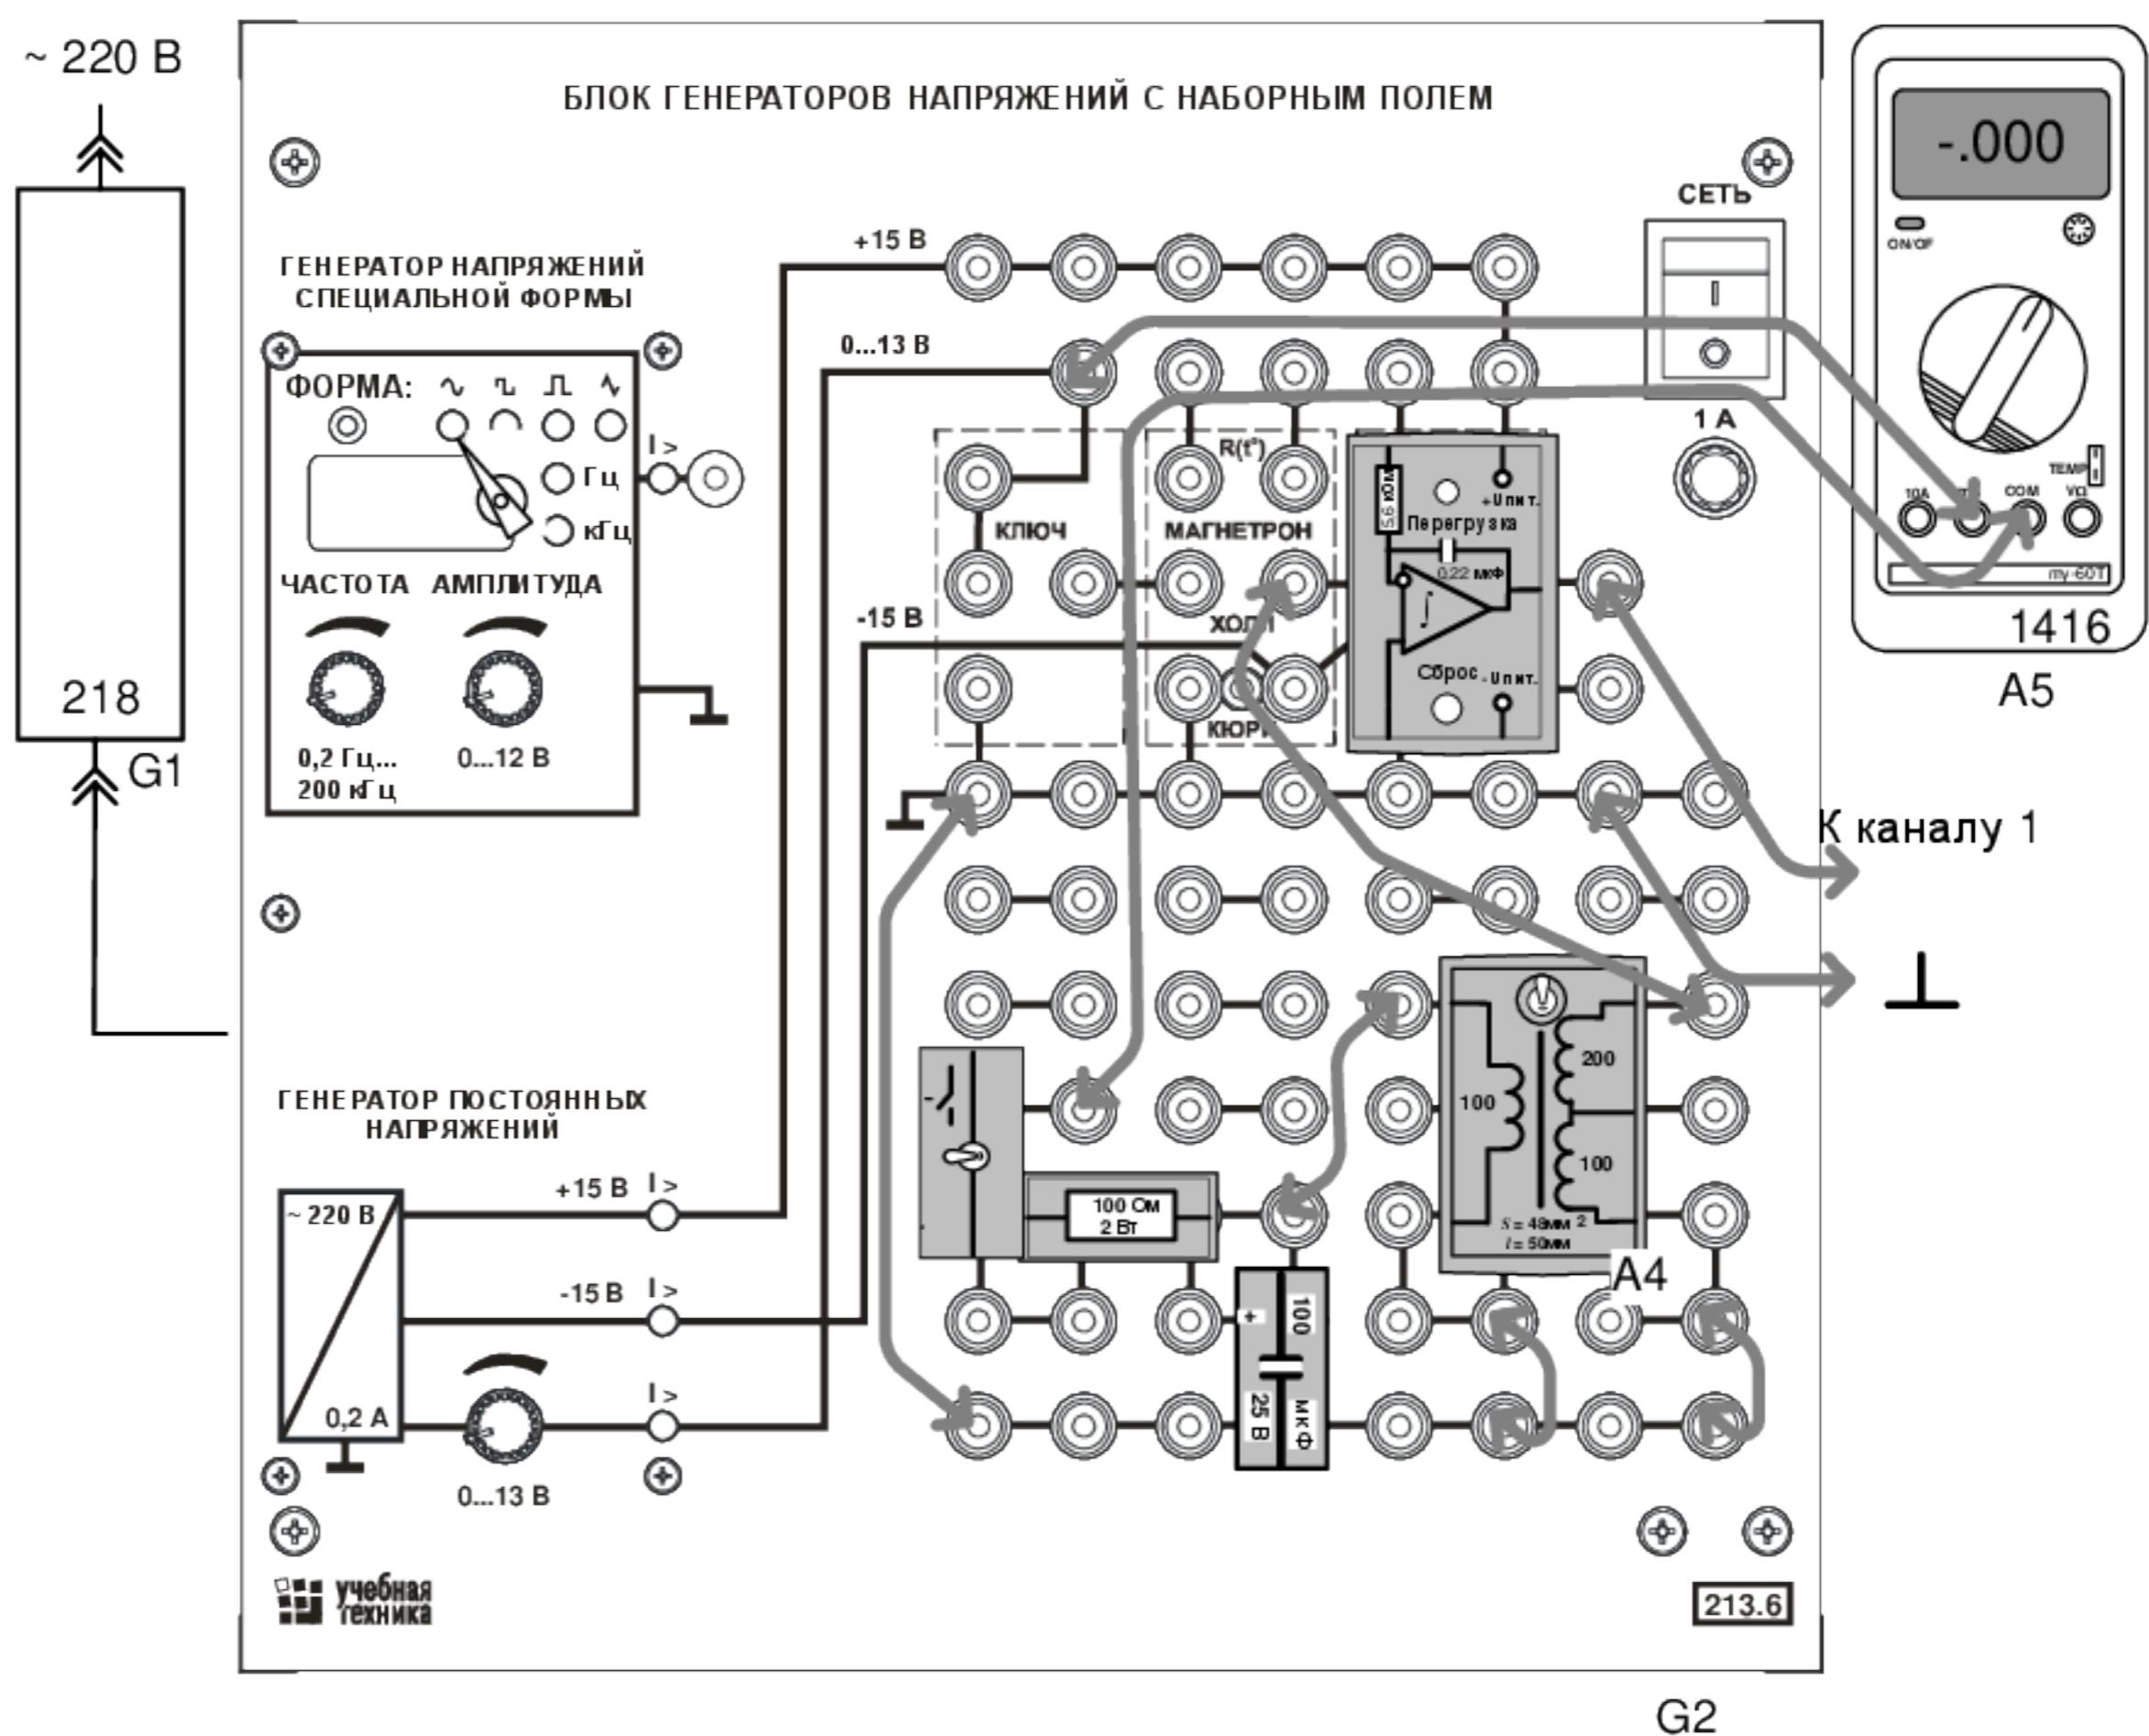

Рисунок 7.2 – Монтажная схема для снятия начальной кривой намагничивания
Цепь собирается на наборном поле блока генераторов напряжений как показано на монтажной схеме (рис. 7.2). Причём, миниблок «Интегратор» устанавливается в наборную панель точно на отведённое для его место. Тогда к интегратору автоматически подводятся напряжения питания «+» и «-» 15 В.
- Соедините аппаратуру в соответствии со схемой электрической соединений (рис. 7.2). **При подключении осциллографа антенюаторы пробника-делителя установите в положение '1'. Для подключения пробника-делителя к цепи используйте подпружиненные штыри из комплекта аксессуаров.**
- Включите устройство защитного отключения и автоматический выключатель в однофазном источнике питания G1 (218).